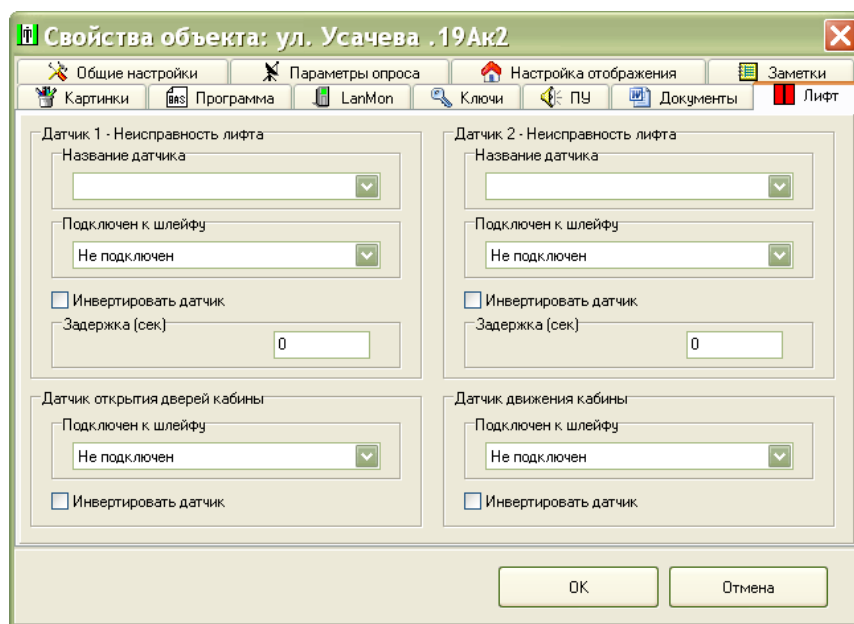

Рисунок 11
10) Если у блоков БДК-4М2, БДК-3М2, БДК-2М подключены шлейфы с охранными датчиками, то на вкладке «Лифт» установить для каждого датчика лифта признак «Не подключен» (рисунок 11).